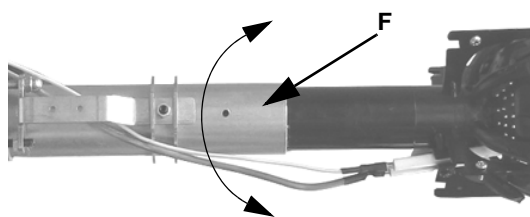
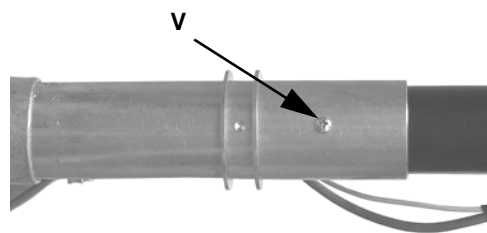

Рис. 25
Рис. 26
- 7 Открутить винт **V**, который крепит головку сгорания к трубке головки, повернуть головку на 180°, как указано на Рис. 26), вплоть до отверстия **F** и закрепить вновь винт **V** (Рис. 25 - Рис. 26).